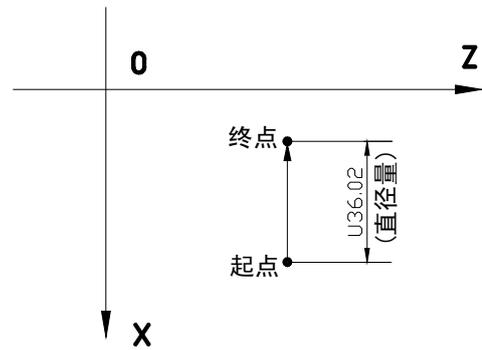

图 3.7 G00 运动图示
表示刀具从当前位置向 X 轴负方向快速移动 36.02 (直径量), 实际位移 18.01, 运动轨迹见图 3.7 所示。
(2) 只有一个坐标值时, 刀具将沿该方向运动 (见图 3.7); 有两个坐标值时, 两轴是以各自独立的速度移动, 短轴先到达终点, 长轴独立移动剩下的距离, 其合成轨迹不一定是直线。